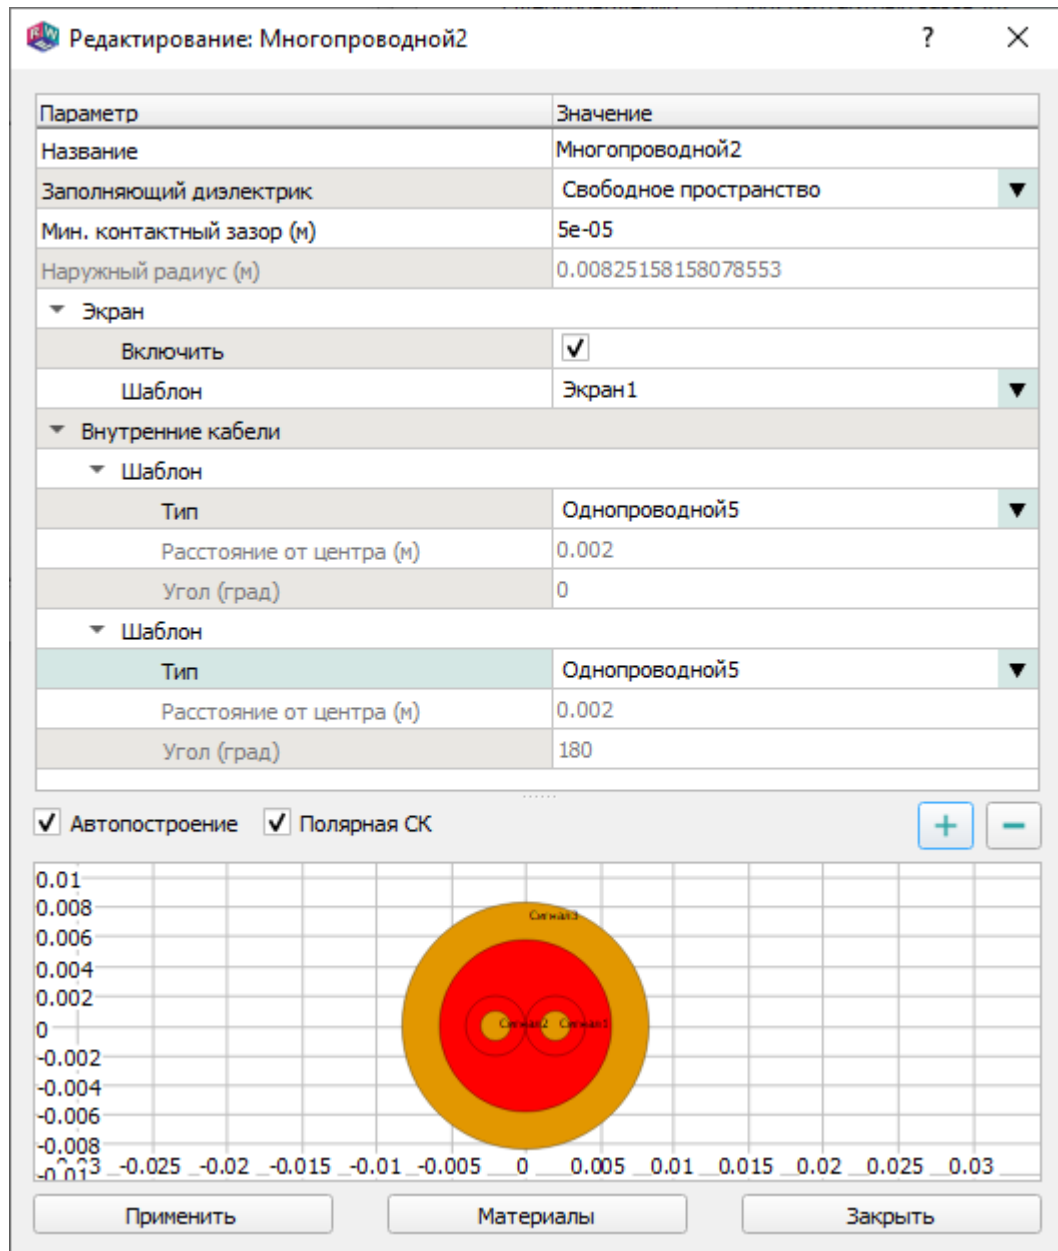

Рис. 166
16.8.5.2. Окно редактирования параметров многопроводного кабеля показано на рис. 166.
1) нажать кнопку . При этом очередная подгруппа параметров «Шаблон» добавится в группу «Внутренние кабели» (см. рис. 166);